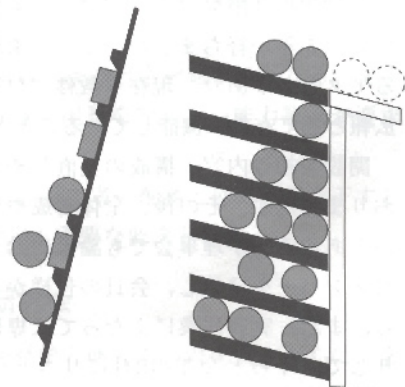

図2 円盤部品用
(2) 円盤・リング：原理を図2に示す。斜め棧により横方向に排出する。棧の高さをワーク厚さの1/2以下とする。